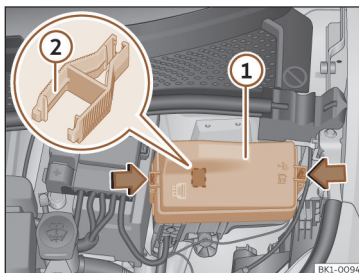

Fig. 187 No compartimento dianteiro: tampa da caixa de fusíveis.
- Pressione as patilhas de bloqueio para desbloquear a tampa da caixa de fusíveis >>> **Fig. 187 ①.**
- Na caixa de fusíveis pode haver umas pinças de plástico para extrair fusíveis >>> **Fig. 187 ②.**